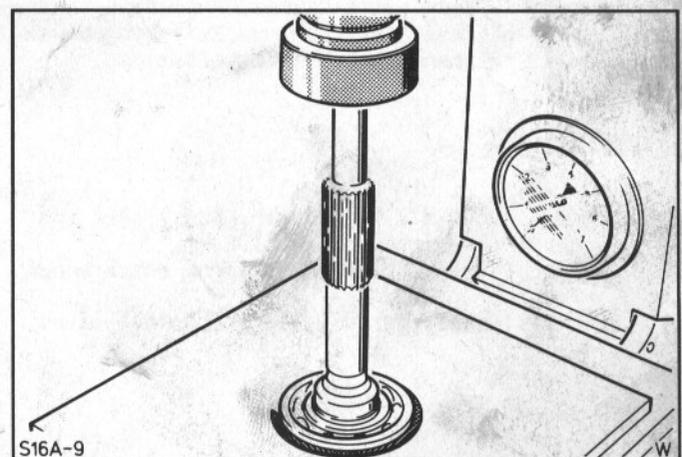

Abb.136 Kugellager-Antriebswelle abpressen
40. Kugellager-Antriebswelle erneuern. Inneren Sicherungsring abnehmen, Kugellager abpressen, Abb.136 und äußeren Sicherungsring entfernen. Kugellager aufpressen und neue Sicherungsringe anbringen.